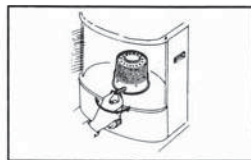

Fig. 4
5. POSITION THE BURNER (Fig. 4)